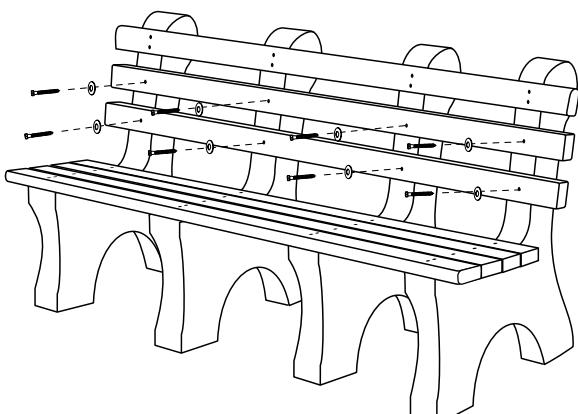

Figure 4
6. Alignez les deux planchettes à un trou restantes sur les trous prépercés de la partie dossier des bases de banc. Fixez-les lâchement à l'aide des vis tire-fonds de 3 1/2 po, des rondelles, de la perceuse et de la douille tournevis de 7/16 po (Serrez les vis plus tard à l'étape 7). (Voir Figure 4)